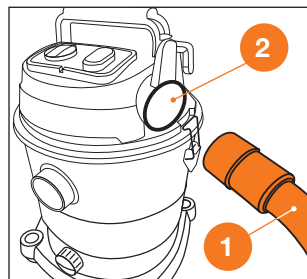

Рис. 20
При использовании пылесоса в режиме выдувания воздуха, вставьте всасывающий шланг ❶ в гнездо ❷ на крышке пылесоса и зафиксируйте его, повернув по часовой стрелке до щелчка (Рис. 20).